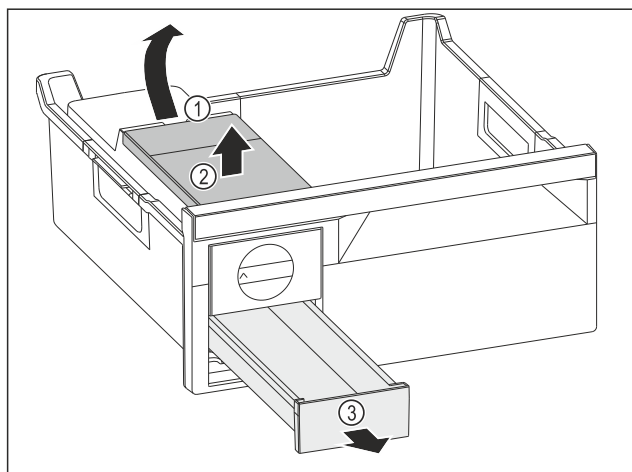

Fig. 95
- ▶ Изваждане на резервоара за вода: Повдигнете резервоара за вода при прореза Fig. 95 (1).
- ▶ Извадете резервоара за вода Fig. 95 (2) нагоре.
- ▶ Извадете чекмеджето за ледени кубчета Fig. 95 (3) напред.